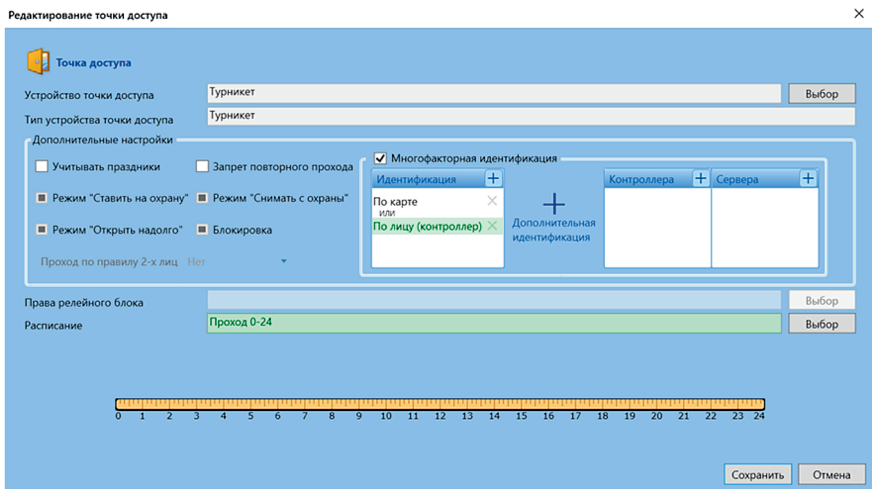
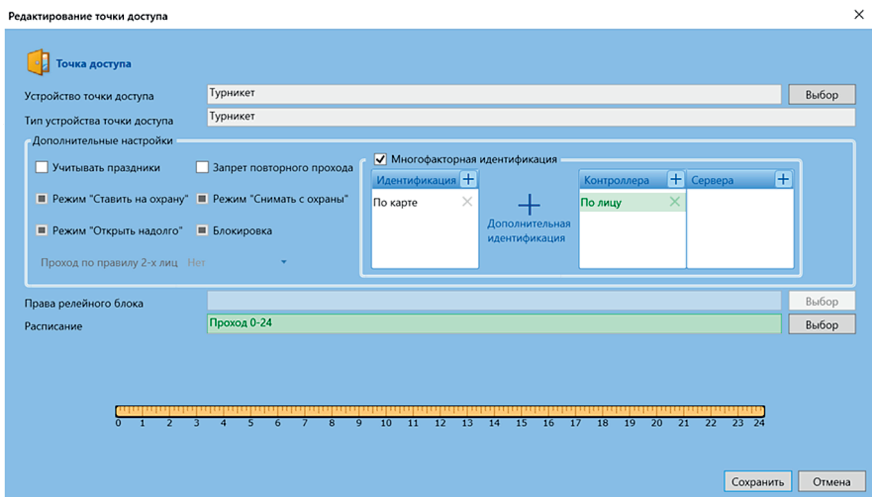

Рис. 10. Настройки уровня доступа для режима «Карта или лицо»
Рис. 11. Настройки уровня доступа для режима «Карта и лицо»
3. Для режима «Карта ИЛИ лицо», добавьте в раздел «Идентификация» – «По лицу (контроллер)» (рис. 10), а для режима «Карта И лицо» добавьте в в раздел «Контроллер» – «По лицу» (рис. 11).